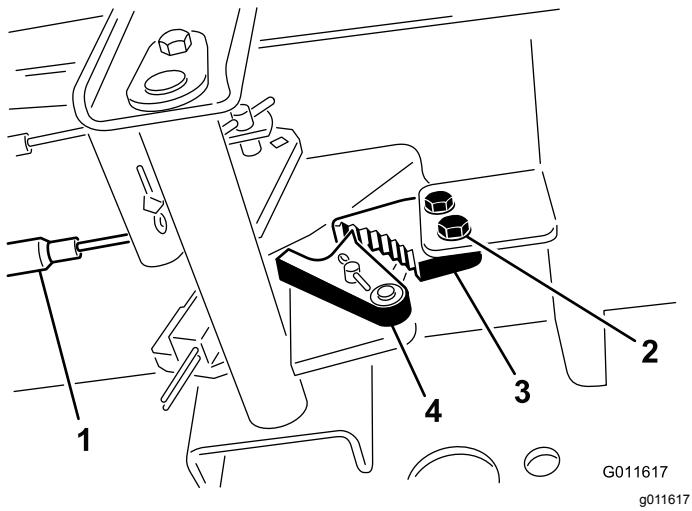

Рисунок 88
- Ослабьте два винта крепления защелки стояночного тормоза к раме (Рисунок 88).
- Нажмайте педаль тормоза вперед, пока углубление тормоза не войдет полностью в зацепление с защелкой тормоза (Рисунок 88).